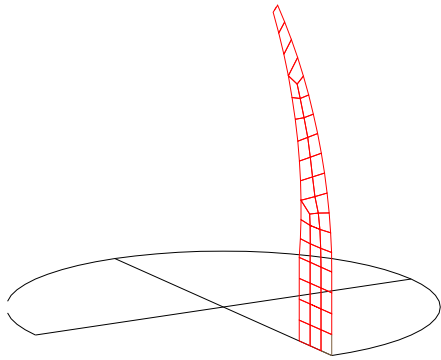

图 9、面单元及扩展轨迹
3、**面->体扩展**。扩展图形由面单元组成, 沿着线、弧等组成的轨迹线, 扩展成由块体元剖分的空间曲面。如图 9 所示面单元扩展图形及轨迹线, 旋转扩展后, 得到图 10 中由块体元组成的变厚度圆锥。与线->体扩展得到单层块体元不同, 面->体扩展厚度方向上的单元组成与被扩展面单元网格相同。并且扩展后曲面的内、外轮廓线, 完全由被扩展面单元确定。